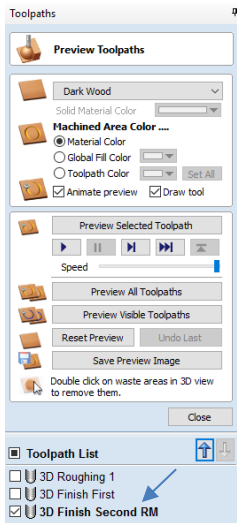

Fig. 24
29. Create your toolpath (Fig. 24)